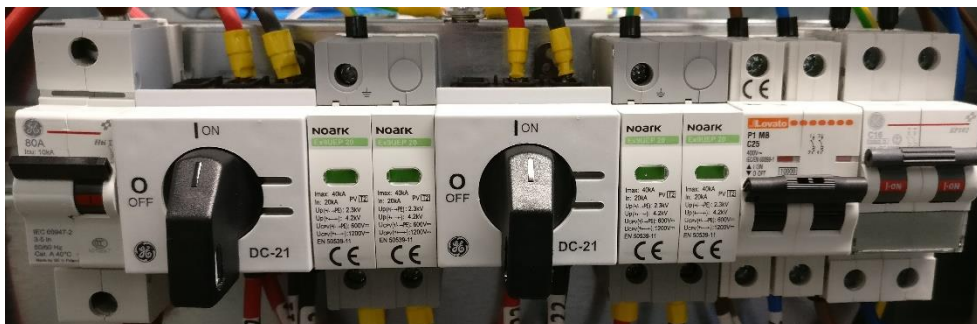

Figura 40 - Tutti gli interruttori del quadro elettrico in posizione di "ON"
- Chiudere i 2 sezionatori rotativi "QS1 PV1 FILED" e "QS2 PV2 FILED", come mostrato in Figura 40 ("QE2 EPS" può essere in posizione di "OFF" oppure "ON", in quanto irrilevante).